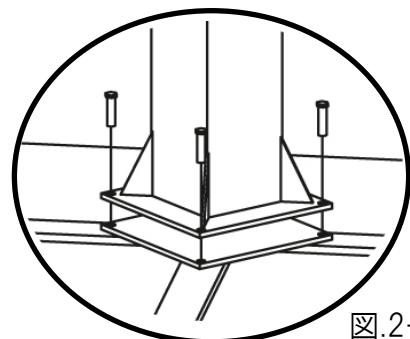

図.2-1
- ① ベース (B) の上に主柱 (C) を置きます。
- ② キャップネジ (a) をワッシャー小 (b) に通して、主柱 (C) に六角レンチ (h) で締めます。 (図.2-1)